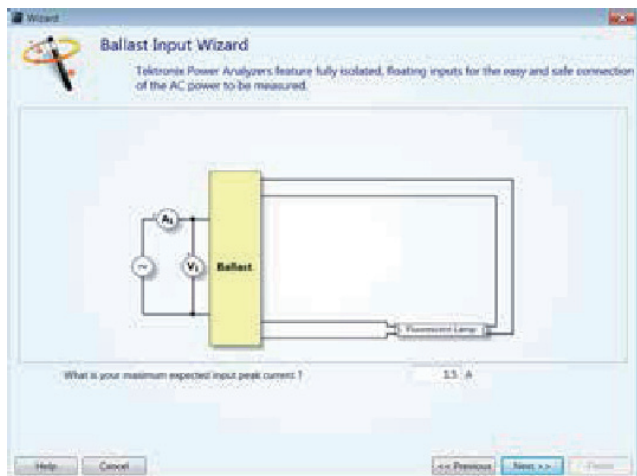

图 5. 镇流器设置向导窗口。
- 输入预计的峰值输入电流，点击 Next，如图 5 所示。下面的屏幕将显示怎样连接镇流器输入和功率分析仪。使用接续盒简化了这些连接。
- 点击开始按钮，开始测量。要求的单位配置将被发送到 PA1000。一旦已经配置了 PA1000，测量网格将以大约每秒两次的频率开始更新，如图 5 所示。